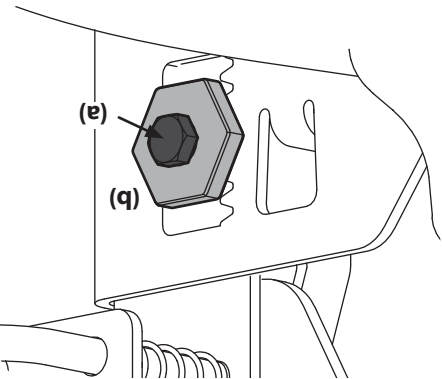

Figure 4-5
3. Desserrez, sans le retirer, le boulon hex. sur le crochet de support gauche arrière du plateau de coupe. Voir la Figure 4-5.
4. Utilisez une clé pour relever ou abaisser le côté gauche du plateau de coupe en tournant la roulette de réglage. Voir la Figure 4-5.